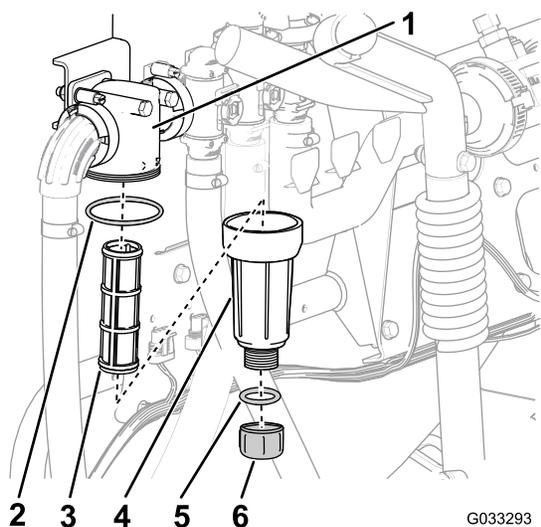

Рисунок 30
2. Поместите сливной поддон под фильтр линии нагнетания (Рисунок 30).
3. Поверните крышку сливного отверстия против часовой стрелки и снимите ее со стакана фильтра линии нагнетания (Рисунок 30).
4. Поверните стакан против часовой стрелки и отделите его от головки фильтра (Рисунок 30).
5. Снимите элемент фильтра линии нагнетания (Рисунок 30).
7. Проверьте прокладку пробки сливного отверстия (расположенную внутри стакана) и прокладку стакана (расположенную внутри головки фильтра) на наличие повреждений и износа (Рисунок 30).
8. Вставьте элемент фильтра линии нагнетания в головку фильтра (Рисунок 30).
9. Установите стакан на головку фильтра, затянув от руки (Рисунок 30).
10. Установите крышку сливного отверстия на штуцер в нижней части стакана и затяните крышку от руки (Рисунок 30).